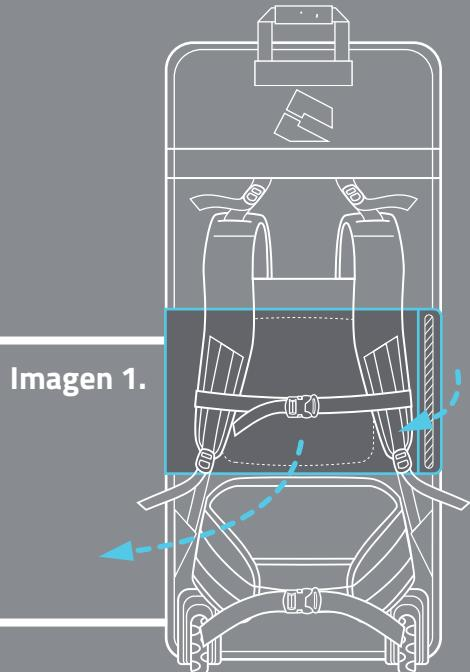

Imagen 1.
- Levanta la solapa de velcro, Imagen 1 y separa la sección central del acolchado para levantar la solapa de la correa. **Imagen 2.**